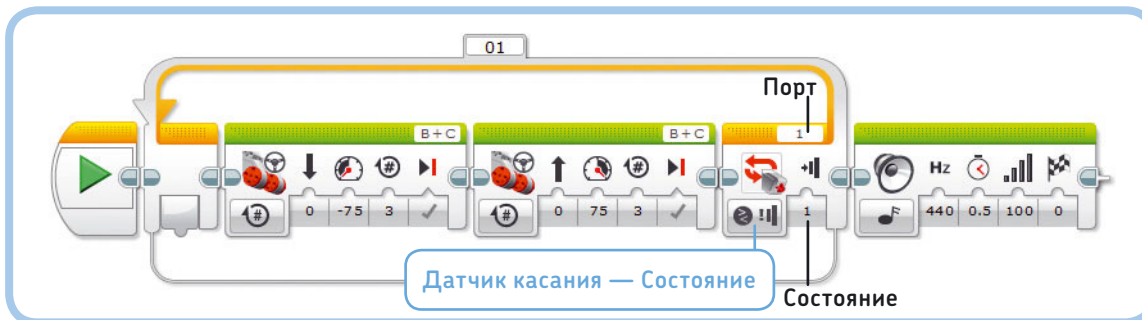

Рис. 6.10. Программа LoopUntilTouch. Чтобы настроить блок Цикл, нажмите кнопку выбора режима и выберите пункт Датчик касания ▶ Состояние
Как вы узнали в главе 5, вы можете настроить блок Цикл (Loop) на повторение определенное число раз, или в течение некоторого количества секунд, или на бесконечное заикливание. Вы также можете запрограммировать блок Цикл (Loop) на остановку цикла на основе входного сигнала от датчика. Например, вы можете сделать так, чтобы ваш робот двигался вперед и назад, пока кнопка датчика касания не будет нажата. Чтобы таким образом настроить блок Цикл (Loop), выберите режим Датчик касания ▶ Состояние (Touch Sensor ▶ State), как показано на рис. 6.10. Как и прежде, присвойте значение 1 параметру Порт (Port).
- Блок **Цикл** (Loop) в режиме **Сравнение** (Compare) проверяет новые значения датчика каждый раз при готовности запустить блоки внутри цикла. Если условие истинно, то программа переходит к блоку, расположенному после цикла; если оно ложно, то цикл запускается снова (см. рис. 6.10). Блоки **Цикл** (Loop) всегда находятся в режиме сравнения.